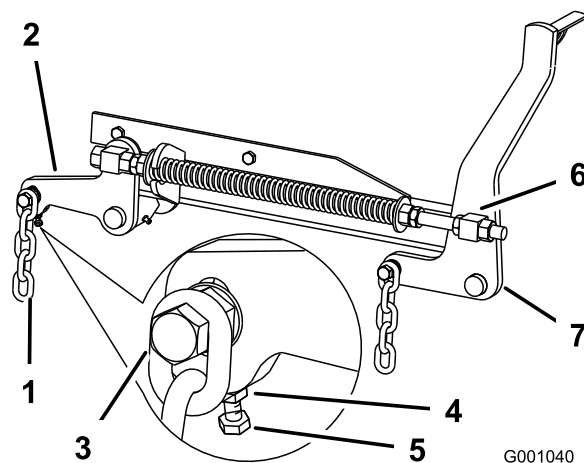

Figure 76
7. Si la distance mesurée au point **B** ou **C** n'est pas correcte, desserrez le boulon de fixation de la chaîne arrière au bras de support arrière (Figure 76).
8. Desserrez l'écrou de blocage sous le bras de support arrière et agissez sur le boulon de réglage de manière à obtenir une distance de 79 à 83 mm (Figure 76).
7. Desserrez d'environ 13 mm les écrous de blocage à l'avant des pivots avant gauche et droit (Figure 76).
8. Réglez les écrous de relevage sur les côtés gauche et droit de la machine de manière à abaisser l'avant de 6 à 10 mm au point **A** par rapport au point **B** à l'arrière (Figure 76).